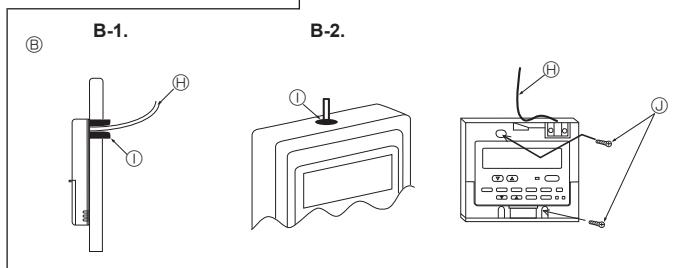

Fig. 7-7
- (2) Καλύψτε την είσοδο του καλωδίου στο τηλεχειριστήριο με στόκο ή μαστίχη για να αποφύγετε την ενδεχόμενη είσοδο σταγόνων, νερού, κατσαρίδων ή σκουλικιών. (Fig. 7-7)